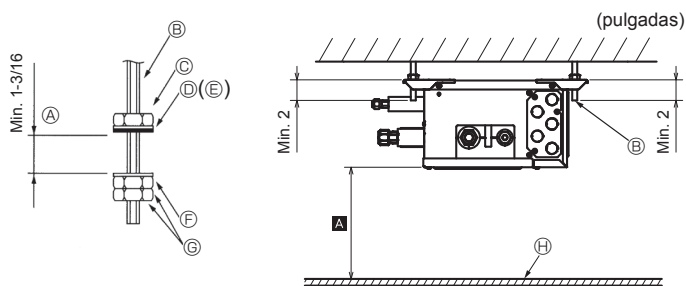

Fig. 6-1
- (2) Fije las arandelas (①, ②) y tuercas (adquiridas localmente) a los pernos de suspensión. (Fig. 6-1)
- (3) Cuelgue la unidad de los pernos de suspensión.
- (4) Apriete completamente las tuercas (compruebe la altura del techo).
- (5) Utilice un nivel para alinear la caja de derivación horizontalmente.
- ① Cuando la unidad esté colgada y las tuercas apretadas
- ② Perno de suspensión
- ③ Tuerca (adquirida localmente)
- ④ Arandela (con cojinete) ①
- ⑤ Asegúrese de que el cojinete esté hacia abajo
- ⑥ Arandela (sin cojinete) ②
- ⑦ Tuerca (adquirida localmente)